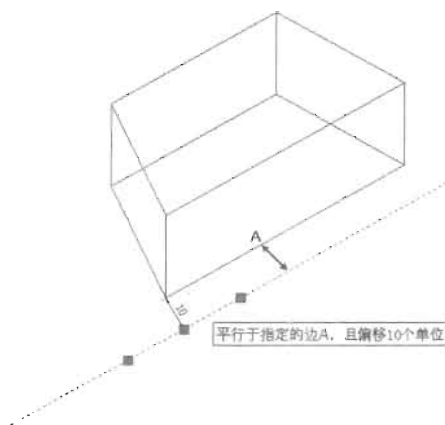

图 3-20
偏移 (O): 绘制以指定距离平行于指定直线对象的构造线, 如图 3-20 所示。